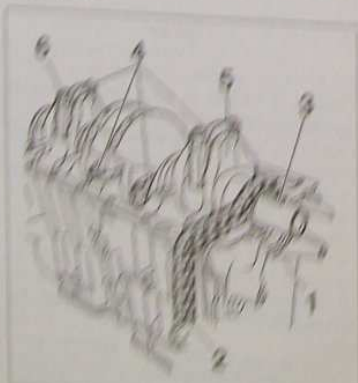

FIG. 52
reposer la clavette (3), le pignon (1) et la chaîne d'entraînement de la pompe à huile (2) en bout du vilebrequin (Fig.52).